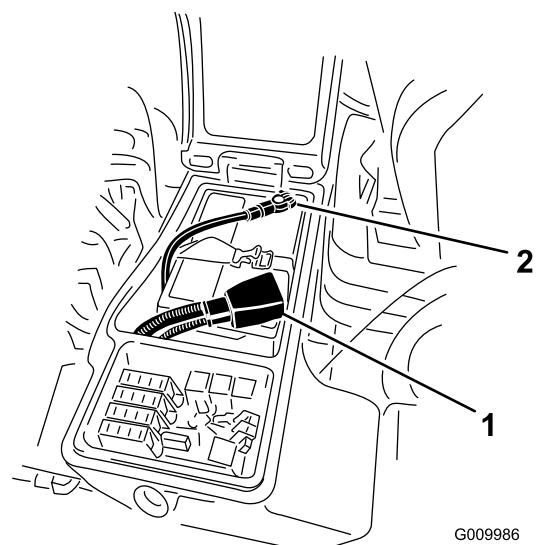

Figura 53
3. Retire o cabo negativo (preto) do terminal negativo (-) e o cabo positivo (vermelho) do terminal positivo (+) da bateria (Figura 53).
6. Instale o cabo positivo (vermelho) no terminal positivo (+) e o cabo negativo (negro) no terminal negativo (-) da bateria (Figura 53).